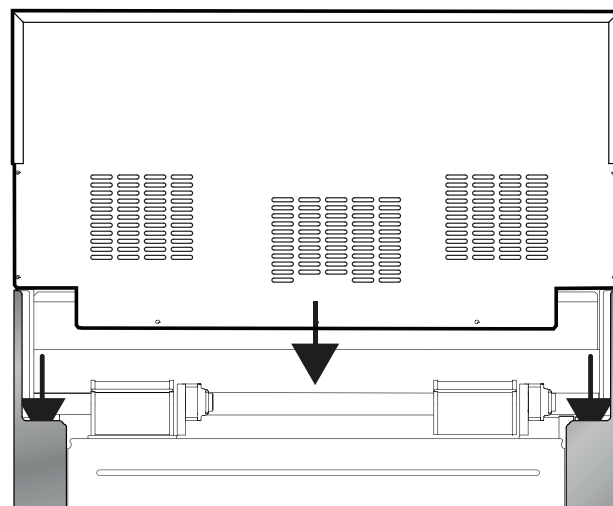

Figure 17 : Installation du dossier
3. Alignez le panneau arrière du nouvel accessoire avec les brides des coins arrière droit et gauche des panneaux latéraux de la cuisinière. Le dossier s'insère dans les canaux de guidage situés à l'arrière de la cuisinière (Figure 17).